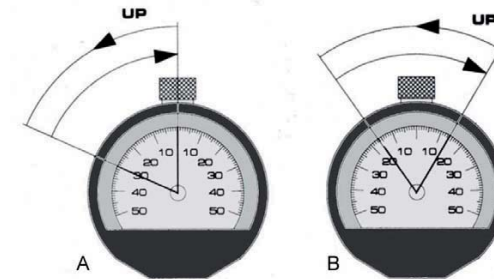

Abb. 4 / Illustr. 4
Ein Einstellring kann eine Abweichung vom tatsächlich zu messenden Mass aufweisen. Die Anzeige wird so eingestellt, dass der Umkehrpunkt (UP) auf das Abmass des Einstellrings gelegt wird. (Abb. 4) Bei geringen Anforderungen an die Messgenauigkeit kann auch eine Aussen-Messschraube zum Kalibrieren verwendet werden.